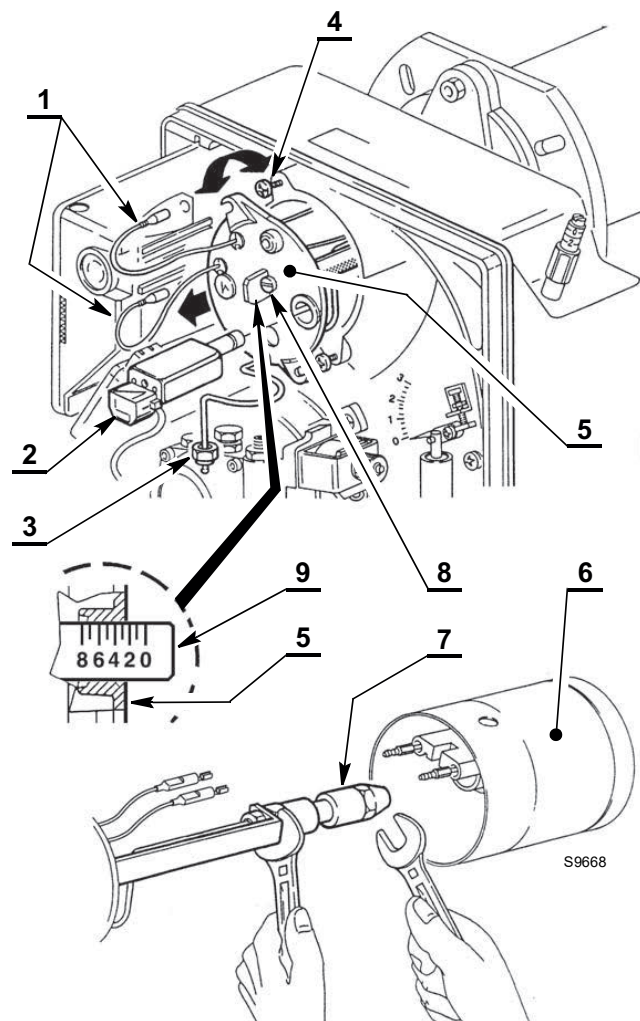

Рис. 16
Для получения доступа к форсунке выполните следующие операции (Рис. 16):
- Отсоедините кабели 1) от блока контроля пламени, датчика пламени 2) (Рис. 16) и открутите гайку 3) от насоса.
- Замените форсунку 7) (Рис. 16), удерживая держатель форсунки гаечным ключом.